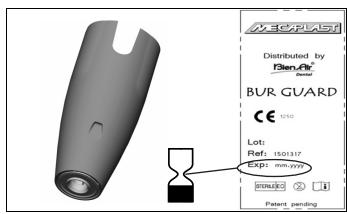

fig. 1
Embout dynamique et stérile sous blister qui empêche les pénétrations de liquide ou de particules à l'intérieur de la HP 1:2, **fig. 1**.
**Attention:** vérifier l'intégrité de l'emballage du Bur Guard ainsi que la date de péremption, **fig. 1**.